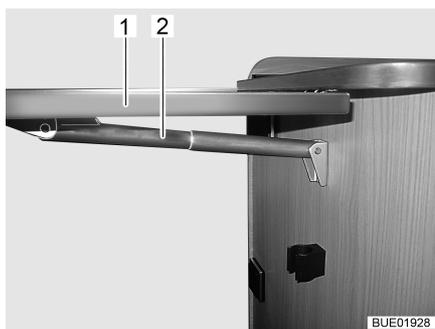

Fig. 30 Tavolo ribaltabile su bancone
- Afferrare in basso il tavolo ribaltabile su bancone (Fig. 30,1) e tirandolo leggermente estrarlo dall'incastro.
- Orientare il piano del tavolo verso l'alto, fino all'aggancio dell'elemento di fissaggio del supporto telescopico (Fig. 30,2). Rilasciare il piano del tavolo.